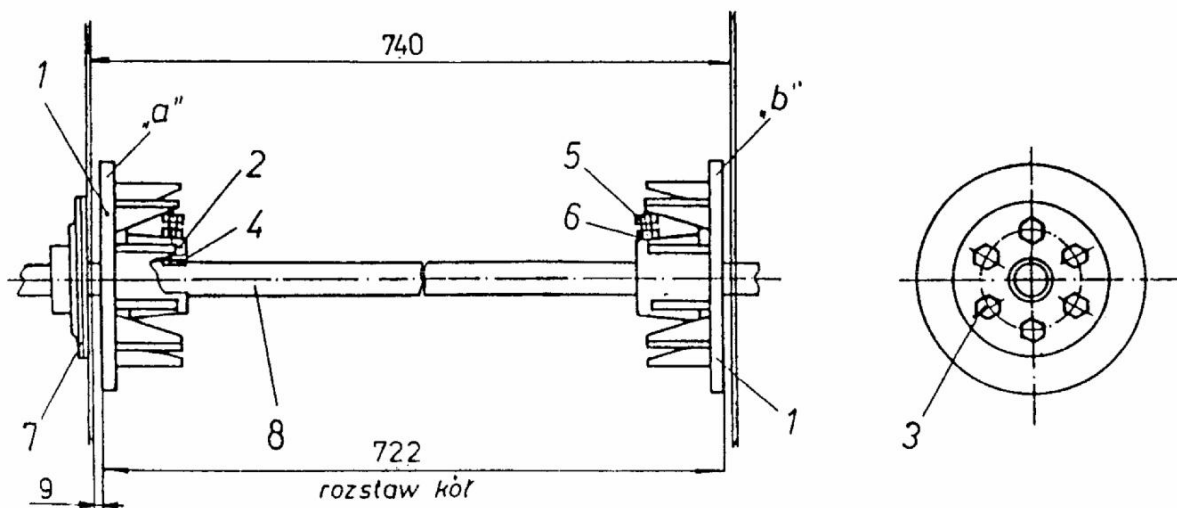

Abb. 33. Wechsel und Einstellung der Antriebsräder .
- löse die Mutter (6 Abb. 33), die Schraube (5) und schiebe das komplette Rad weg von der Wand,
- verschiebe das komplette Rad auf den vorherigen Platz und befestige an der Welle durch Anziehen der Mutter (5),